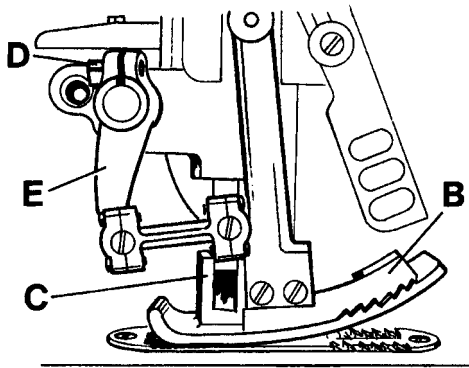
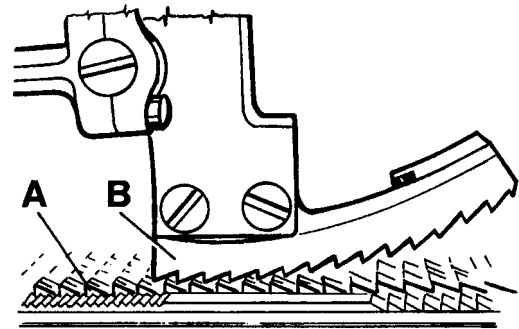

Fig. 17
Fig. 18
Assemble the upper feed dog (B, Fig. 17). The upper feed dog should not push against the front or rear end when moving in the slots of presser foot (C). Simultaneously the upper feed dog (B, Fig. 18) should be positioned so that the tips of its teeth engage with the tooth spaces of the lower feed dog (A), without contacting it. When the lower feed dog (A) is in its highest and the upper feed dog (B) in its lowest point of travel, there must be a small gap between both feed dogs. The feed travel of the upper and the lower feed dog should be synchronous.
For setting the upper feed dog with respect to the slot ends in the presser foot and the tooth spaces of the lower feed dog, loosen screw (D, Fig. 17) and turn drive lever (E) accordingly to the front or rear. Retighten screw (D).
Montieren Sie den Obertransporteur (B, Fig. 17). Der Obertransporteur darf bei seiner Bewegung in den Schlitzen im Drückerfuß (C) weder vorne noch hinten anstoßen.
Gleichzeitig muß der Obertransporteur (B, Fig. 18) so positioniert sein, daß die Spitzen seiner Zähne in die Zahn-lücken des unteren Transporteurs (A) eingreifen, ohne diesen zu berühren. Wenn der untere Transporteur (A) in der höchsten und der Obertransporteur (B) in der untersten Stellung seiner Bewegung ist, muß zwischen beiden Transporteuren ein Luftspalt sein. Der Transportweg von oberem und unterem Transporteur soll gleich (synchron) sein.
Zum Einstellen des Obertransporteurs im Bezug zu den Schlitzenden im Drückerfuß und zu den Zahn-lücken des unteren Transporteurs lösen Sie die Schraube (D, Fig. 17) und schwenken den Antriebshebel (E) entsprechend nach vorne oder hinten. Ziehen Sie Schraube (D) wieder an.
The motion should be set so that the rear four teeth of the upper feed dog (B, Fig. 17) remain approx. 1/3 of their height in the presser foot slots when lifting.
Die Bewegung muß so eingestellt sein, daß die hinteren vier Zähne des Obertransporteurs (B, Fig. 17) beim Abheben noch mit etwa 1/3 ihrer Höhe in den Drückfußschlitzen sind.